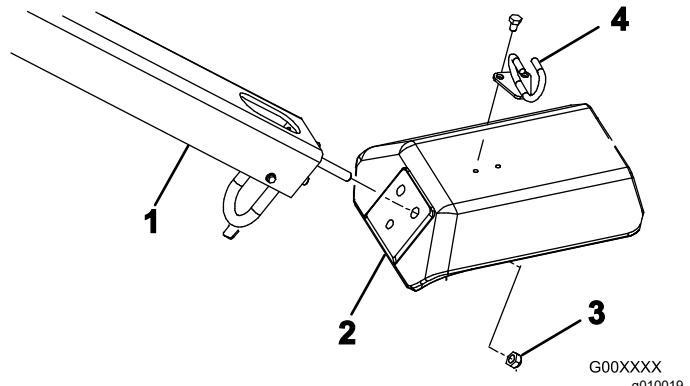

Figure 4
2. Insérez les goujons de fixation du timon dans les trous de la fourche (Figure 4).
| 3. Fixez les goujons sur la fourche (Figure 4) avec 3 contre-écrous (1/2"). | |
| 5. Fixez le guide-câble sur le haut de la fourche (Figure 4) à l'aide de 2 boulons (5/16" x 1/2"). | |